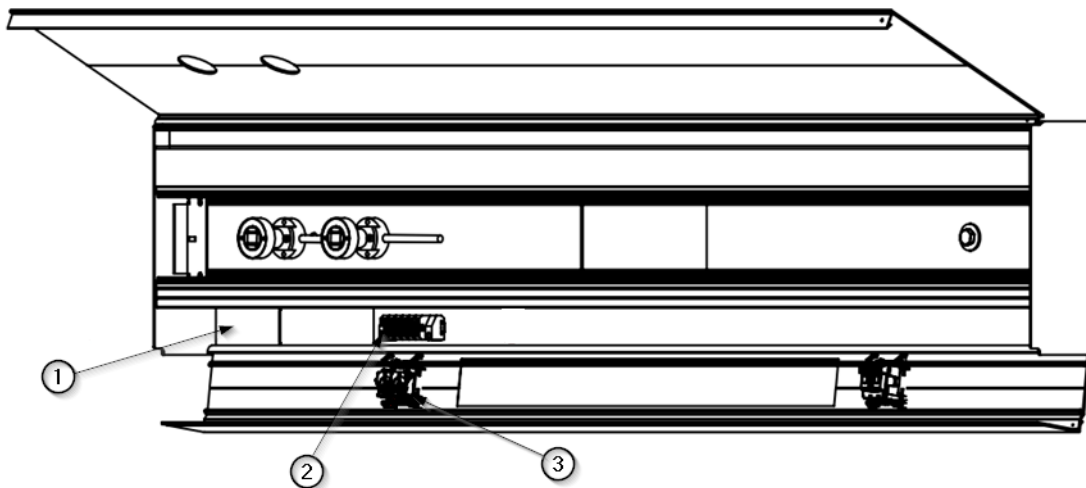

Fig.10 Detail van de elektrische aansluitpunten in AIS
De elektrische circuits en spraak- en datacircuits komen het apparaat binnen via een venster ① waarvan de afmetingen en locatie worden aangegeven op de installatietekeningen van het apparaat. De elektrische circuits komen uit op een gemeenschappelijk aansluitblok ②, met uitzondering van spraak- en datacircuits, die rechtstreeks worden aangesloten op het betreffende mechanisme ③. Zie afbeelding 10.